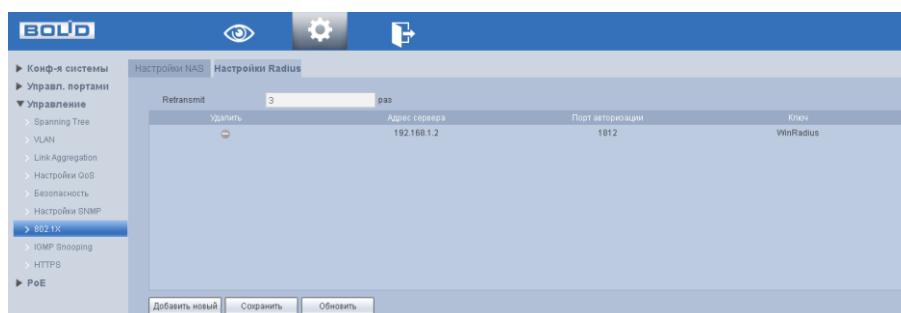

Рисунок 7.34 Настройки Radius
- 2 Настройте адрес сервера аутентификации, как показано на рисунке (см. Рисунок 7.34).